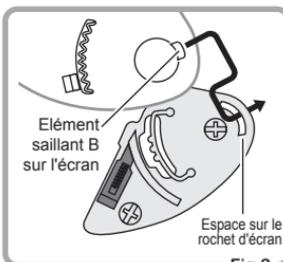
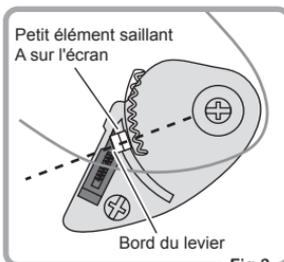

Fig.2
Fig.3
- ① Insérez l'élément saillant B dans l'espace situé sur le rochet d'écran comme montré sur les Fig.1. et Fig.2. Placez l'encoche de l'écran sur le rochet et alignez ensuite le petit élément saillant A avec le bord du levier comme indiqué sur la Fig.3.